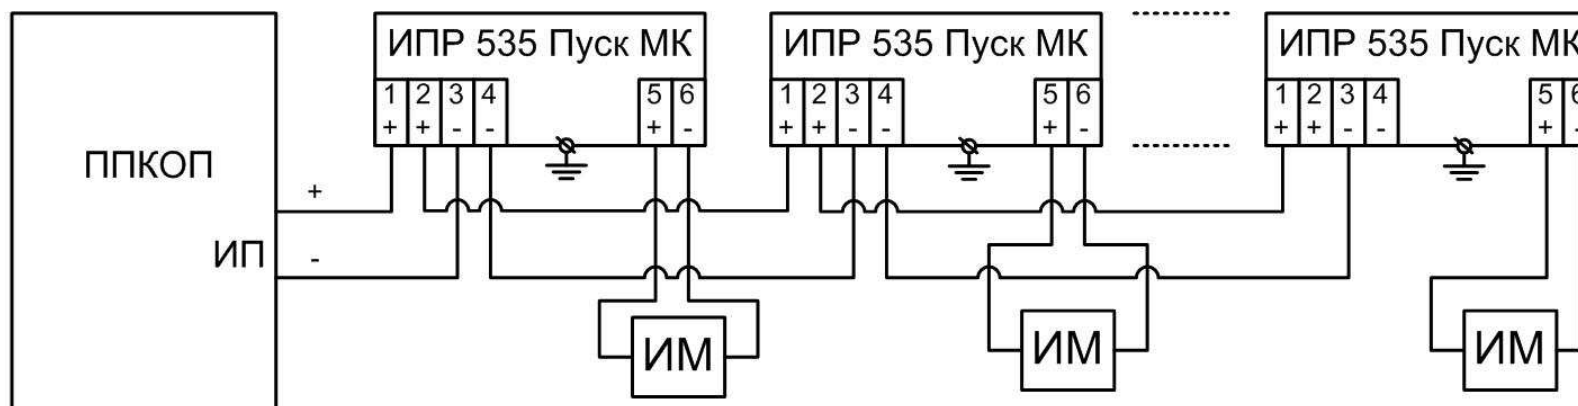

Рис. 7
6.9 Подключение устройства пуска ИПР 535 Горизонт «Пуск» МК производится согласно схеме (рис.7, приложение Б) и в соответствии с требованиями применяемых ППКП и исполнительного механизма (ИМ). Последовательность установки: